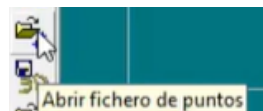

Figura 180. Fichero de puntos.
38. Una vez dentro del Módulo de dibujo, seleccionar la opción “Abrir fichero de puntos” que se encuentra en el menú lateral izquierdo. Figura 180.